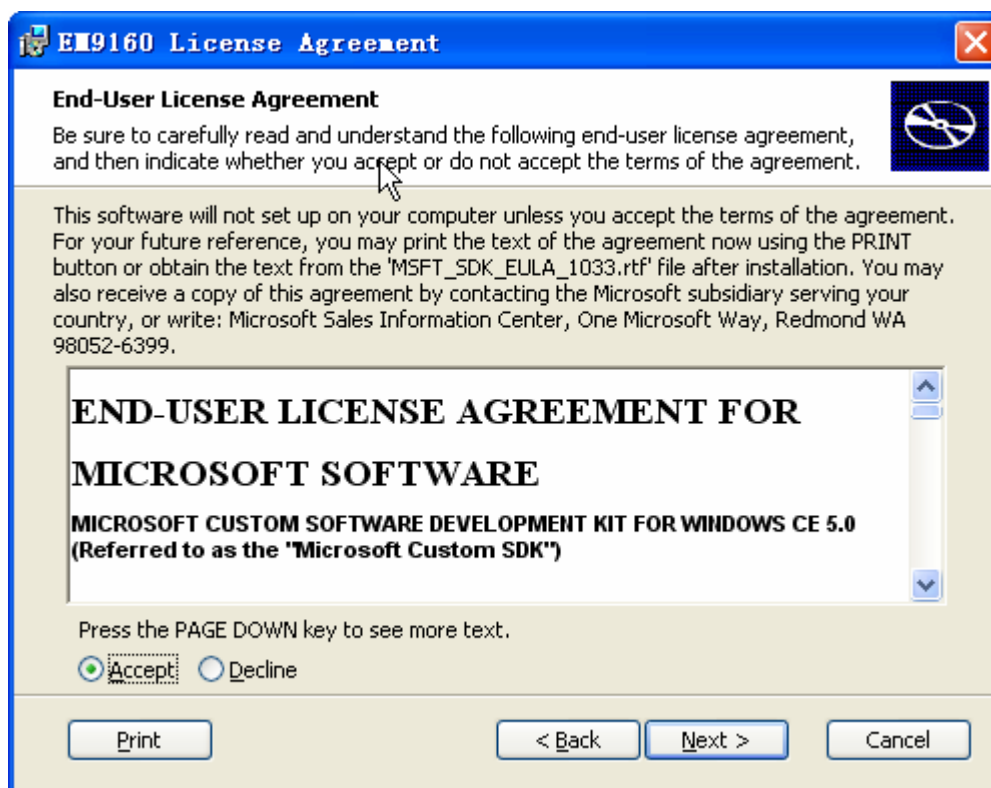

图 3-13 同意 SDK 安装协议
13、sp4 安装完成以后，运行“SOFTWARE/SDK”目录下包含的所购模块的 SDK 安装程序，本文以 EM9160_SDK.msi 为例。至出现如图 3-13 所示对话框，选择 **Accept**，同意安装协议。